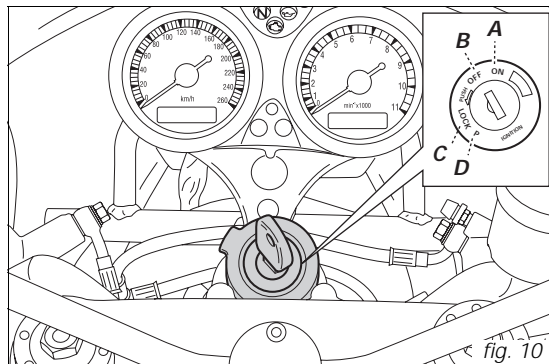

fig. 10
*Interruttore d'accensione e bloccasterzo (fig. 10)